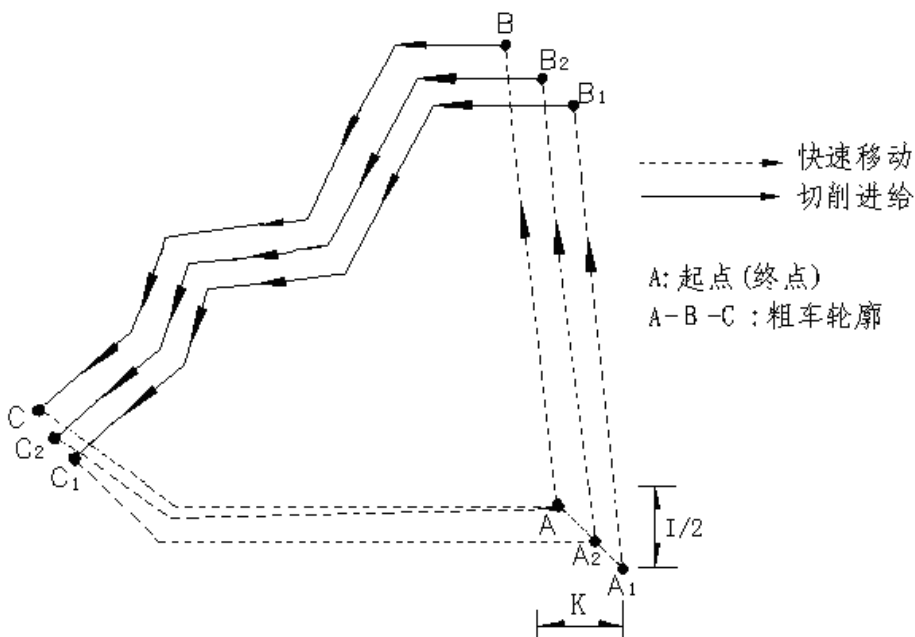

图 4-39 G73 指令运行轨迹
G73 的起点和终点相同，本指令适用于成型毛坯的粗车。G73 指令为非模态指令，指令轨迹如图 4-39。
- I — 第一次粗车的 X 轴退刀量，有符号数，参考下图 4-39 中的 I。
K — 第一次粗车的 Z 轴退刀量，有符号数，参考下图 4-39 中的 K。
其中：X (U)、Z (W)、P、Q 描述了下图 4-39 中的 ABCA 封闭轨迹，即从 A 点快速定位到 B 点、然后执行 PQ 程序段到 C 点、然后快速回到 A 点。ABCA 实际上是最后一次粗车的轨迹。
下图 4-39 中的 I、K 描述了先要偏移 I 值、K 值再进行第一次粗车；即执行 $A_1B_1C_1A_2$ 轨迹。L 描述了从第一次粗车开始，总共要进行 L 层剥离，再进行最后一次粗车；每层剥离的吃刀量要均匀，即每层剥离量是 X 轴方向 I/L 、Z 轴方向 K/L ，由 $A_1B_1C_1$ 层，逐渐靠近 ABC 层。实际切削次数为 $L+1$ 次。
【指令执行过程】 如图 4-39。假设 $L=2$ 层。